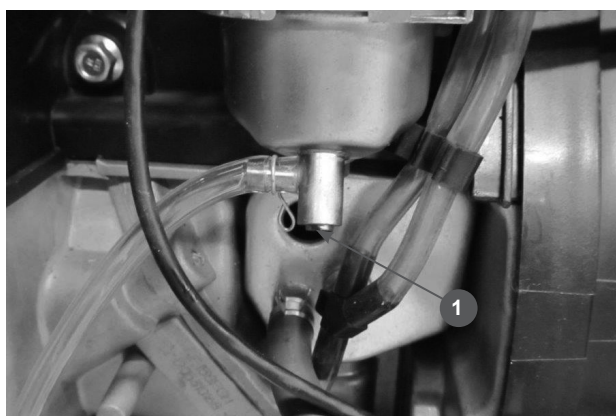

Рис.11
3. Открутите на 2-3 оборота винт (1) Рис.11 отстойника карбюратора и слейте топливо из отстойника карбюратора. Закрутите винт отстойника.